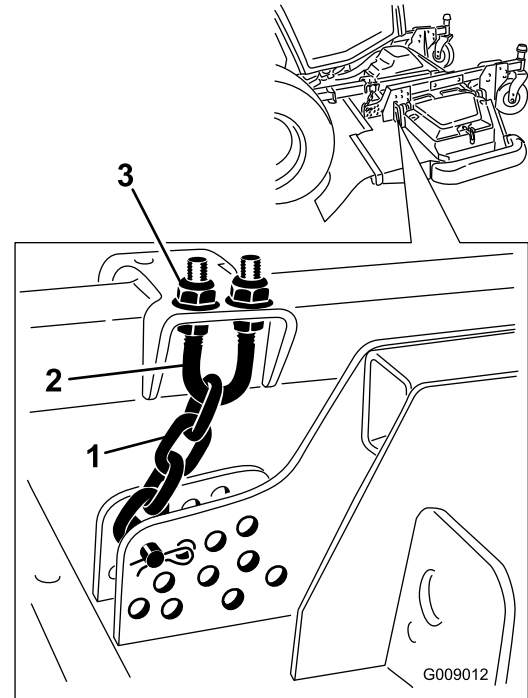

Bild 94
- Lockern Sie die Klemmmuttern an der Ober- oder Unterseite des U-Bügels an der Schnitt Höhenkette (Bild 94).